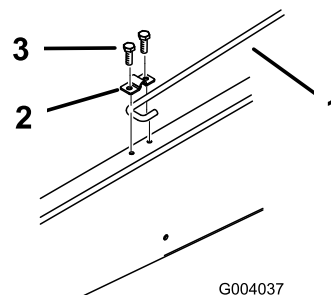

Figure 13
6. Desserrez le boulon de fixation de l'attache de la béquille jusqu'à ce que vous puissiez faire passer l'extrémité en J de la béquille sous l'attache (Figure 13)
7. Serrez le boulon et fixez l'autre côté de l'attache avec un boulon (5/16 x 3/4 pouce) neuf (Figure 13).